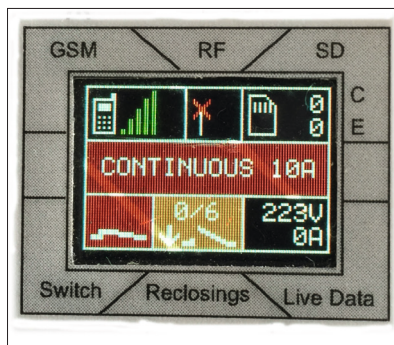

Bild 4: LCDisplay
- Farb-LCDisplay (Bild 4) zur Anzeige von: Mobilfunksignal(stärke)/ lokaler Funkbetrieb / gespeicherte, auf den Server hochzuladende Dateien/ Betriebsart und Sicherungsstärke/ Schalterzustand (offen, geschlossen, erneutes Schließen nach Ereignis erwartet) gewählte und bereits verbrauchte Zahl der automatischen Wiedereinschaltungen/aktuelle Werte Ausgangsspannung und Laststrom.